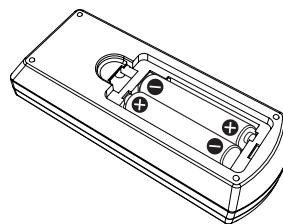

Fig. 2
- 2) Insérez les piles et fermez le couvercle (insérez d'abord le côté « - »). (Fig. 2)